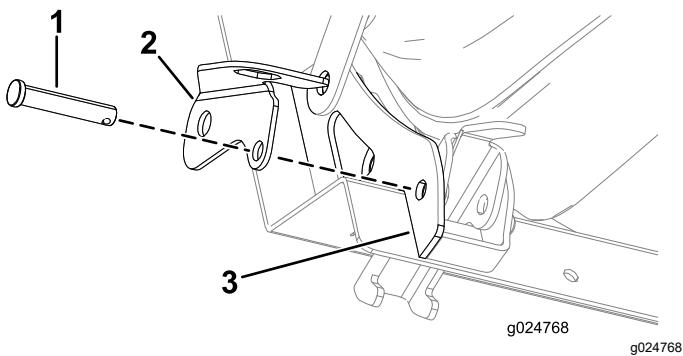

Bild 21
3. Stecken Sie den Lastösenbolzen teilweise durch die Sperrhalterung (Bild 21).
4. Fluchten Sie die Sperrhalterung und den Lastösenbolzen mit dem Loch in der äußeren Sitzverstärkung aus (**Bild 21**).